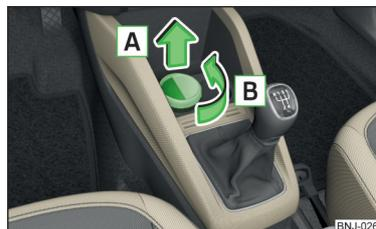

Fig. 72
- **Extraiga** » fig. 72 el cenicero en el sentido de la flecha **A**.